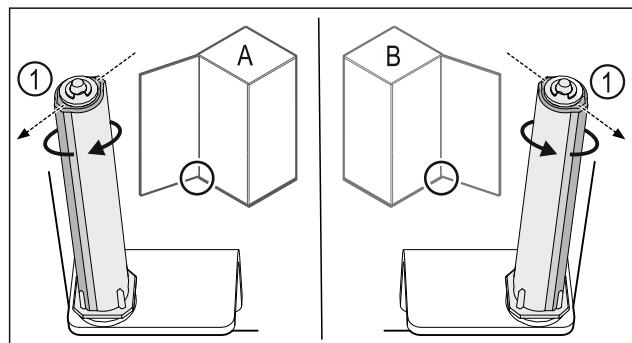

Fig. 54 Ľavý doraz (A)/pravý doraz (B)
- Otáčajte systém zatvárania proti odporu, kým nebude mostík systému zatvárania Fig. 54 (1) ukazovať von.